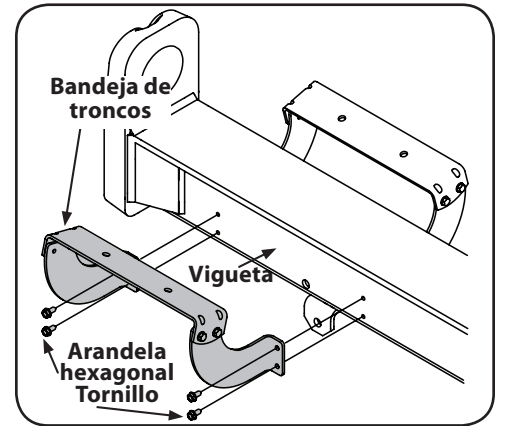

Figura 2-7
- Vuelva a colocar el bandeja de troncos al costado de la vigueta con la válvula de control, alineando los orificios del bandeja con los orificios de la vigueta. Vea la Figura 2-7.